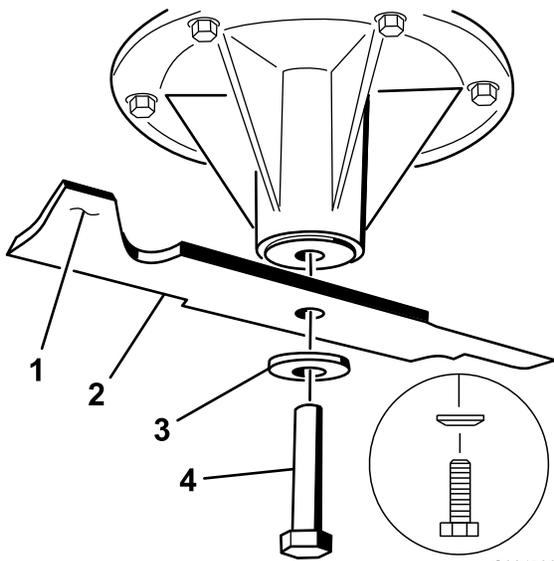

Figura 93
2. Retire del eje el perno de la cuchilla, la arandela curva y la cuchilla (Figura 93).
- Instale la cuchilla en el eje (Figura 93).
- Instale la arandela curva y el perno de la cuchilla (Figura 93).